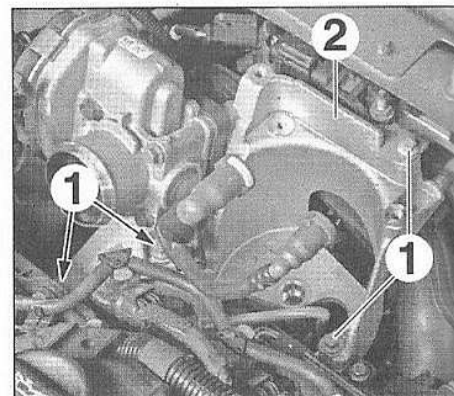

FIG.86
- les vis (1) (Fig.86),
- le support du filtre à carburant (2),